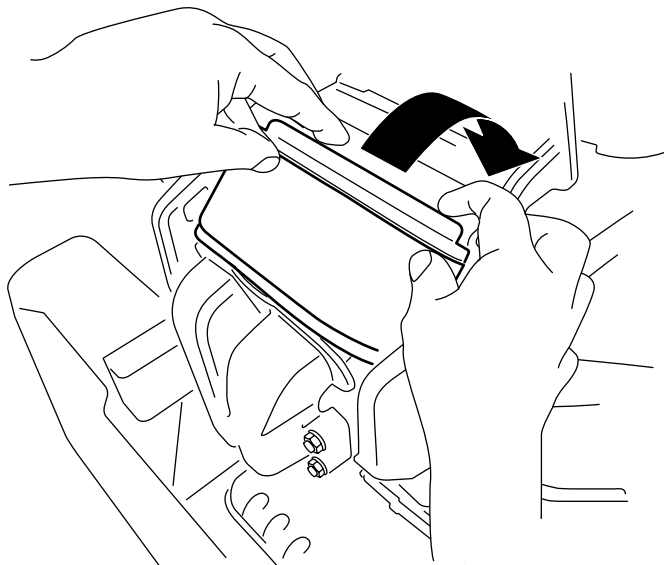

Figure 33
3. Tournez le filtre pour l'insérer dans la chambre et enfoncez-le complètement contre le collecteur (Figure 33).